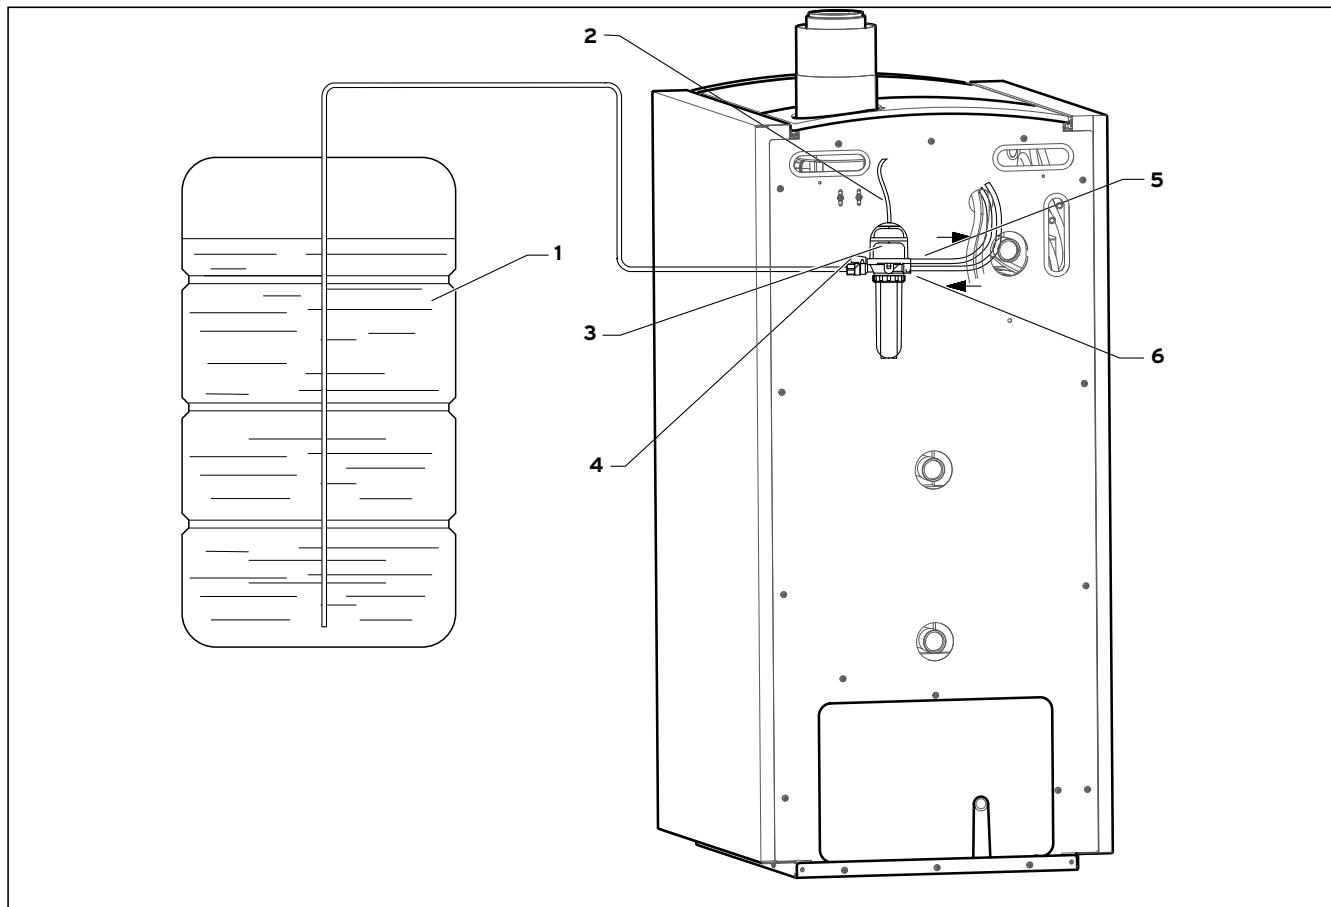
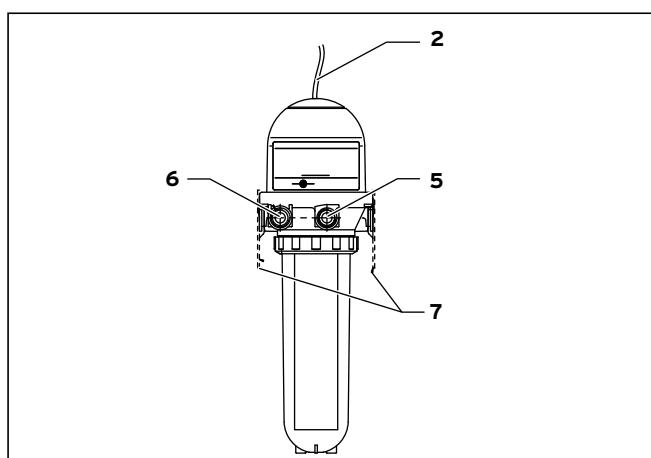

Fig. 4.1 Eksempel på montering fyringsolieudlifter
Fig. 4.2 Fyringsolieudlifter
Billedtekst til Fig. 4.1 og Fig. 4.2
- Tilslut olieledningerne fra oliestanken (1) (se Fig. 4.1) og brænderen til fyringsolieudlifteren (3).
Byt ikke om på olieledningerne på frem-løb- (5) og returløbtilslutningen (6) (se Fig. 4.1), før de monteres, da dette kan føre til skader på fyringsolieudlifteren og brænderpumpen. Fremløb og returløb er mærket med pile på brænder, slanger og fyringsolieudlifter.
- Anbring afgasningsledningen (2) (se Fig. 4.1) på tilslutningsniplen.
- Før afgasningsledningen ind i icoVIT som vist i Fig. 4.1.